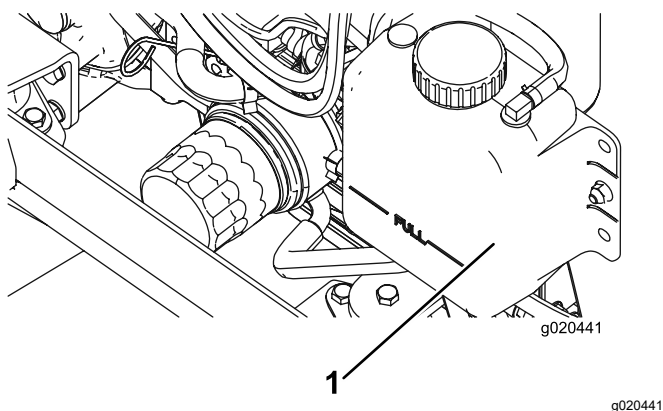

図 111
1. ラジエターと補助タンクのふたを注意深く開ける 図 111。